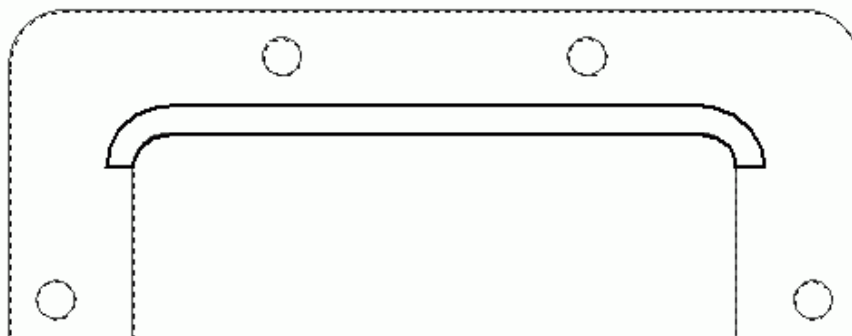
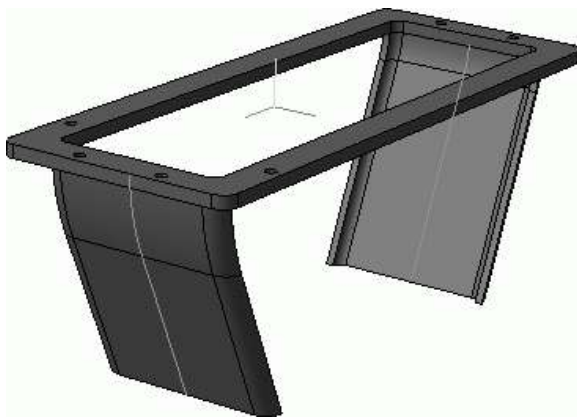

Рис. 3.72. Эскиз профиля передней стенки редуктора
Рис. 3.75. Добавление задней стенки корпуса редуктора
4. Перейдем к созданию стенок корпуса. Начнем с передней стенки. Выделите нижнюю плоскую грань фланцев и вызовите команду **Эскиз**. Привязываясь к уже существующей геометрии 3D-модели, постройте эскиз, показанный на рис. 3.72. Расстояние между параллельными линиями контура равно толщине стенки корпуса, то есть 8 мм. Закончите построение эскиза, отжав кнопку **Эскиз** на панели **Текущее состояние**.
7. Аналогично создайте и заднюю стенку корпуса редуктора. Эскиз кинематической операции будет иметь ту же форму, что и на рис. 3.72, только разместится на левой стороне фланца (в режиме редактирования эскиза – в нижней части эскиза). Направляющую можно скопировать с главного вида чертежа. Полученная стенка показана на рис. 3.75. Направляющие обеих операций кинематического «приклеивания» больше не будут использоваться, поэтому их можно спрятать.